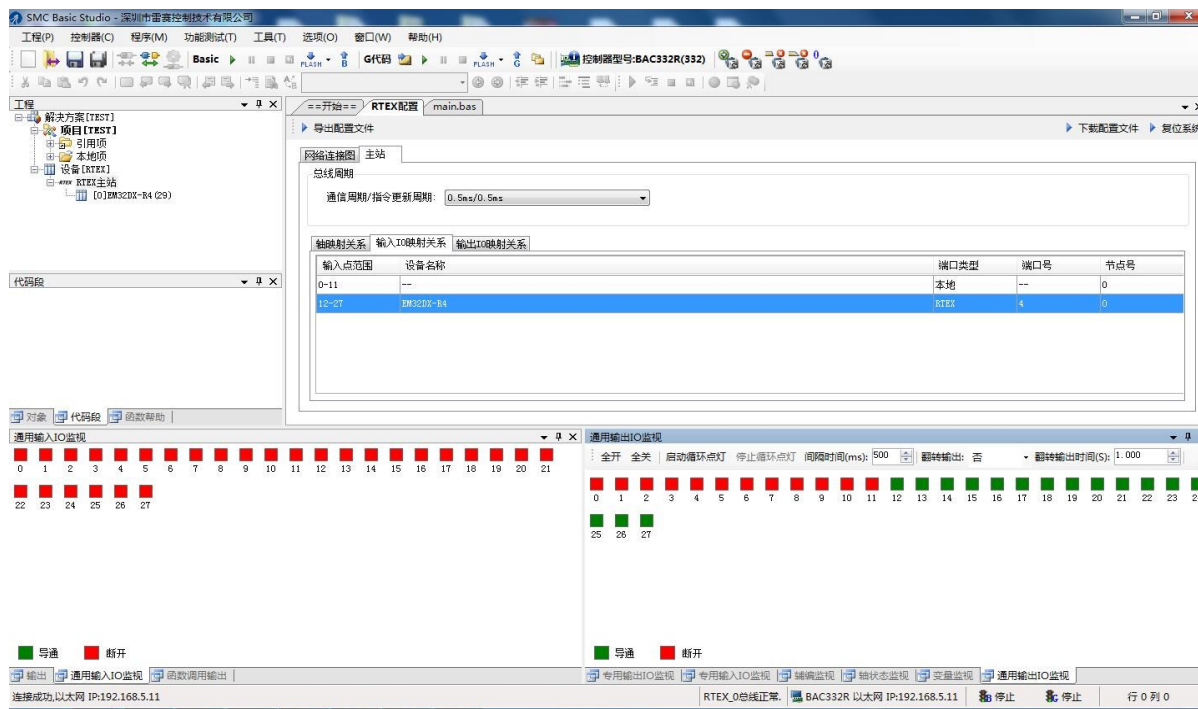

图 4.5 下载配置文件完成
3) 扫描成功后, 提示用户是否下载默认配置文件, 直接下载编译器默认配置文件。下载完成后如图 4.5 所示: